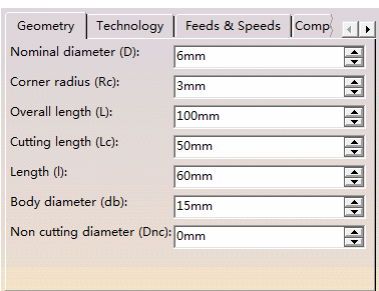

图 3-38 定义刀具参数（2）
- 单击“More”按钮，单击“Geometry”选项卡，定义刀具参数（2）如图 3-38 所示。